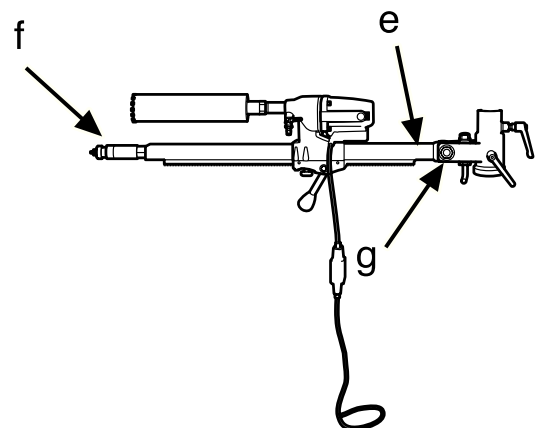

Рис.7
8. Проверьте положение коронки. Чтобы закрепить сверлильную колонку, ввинтите упор колонки (F) (рис. 7) в стену и зафиксируйте его стопорной гайкой 30 мм (F) (рис. 7). Используйте подпятник из дерева.